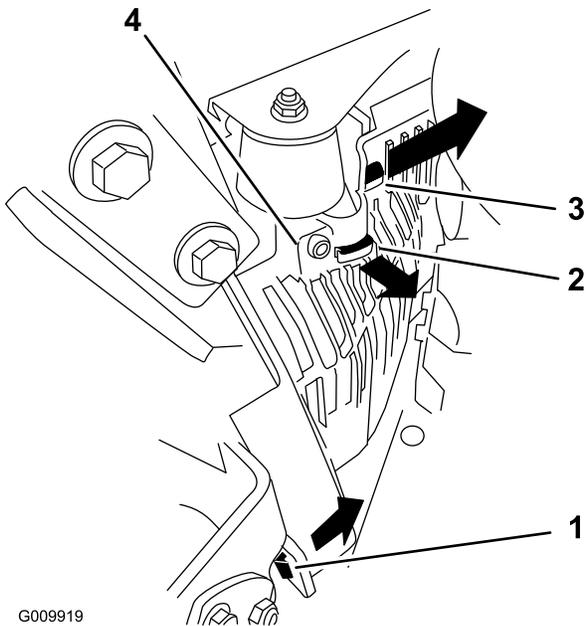

Figura 52
3. Retire la cubierta de la unidad hidráulica izquierda en el orden indicado en Figura 52. Así tendrá acceso a la bujía delantera.
5. Instale la cubierta de la unidad hidráulica izquierda (Figura 52).